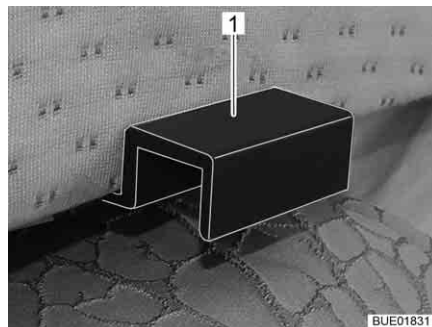

Bild 144 Fästen extra dynor
- Häng extra dynan med fästena (Bild 144,1) så att det blir en stängd sängyta i enkelsängarnas öppning.